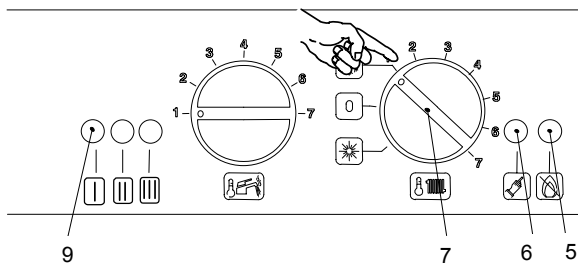

Fig. 6.3
- 2 Turn the function selector 7 as in Fig. 6.3. The appliance operation light 9 will flash every 2 seconds.
- 2 Переместете переключатель 7 в положение, как указано на рис. 6.3. Индикатор работы котла 9 будет моргать каждые 2 секунды.
To reset the boiler press and release the boiler reset button 6 (Fig. 6.3).
Чтобы перезапустить котел, нажмите и отпустите кнопку разблокировки 6 (рис.6.3)